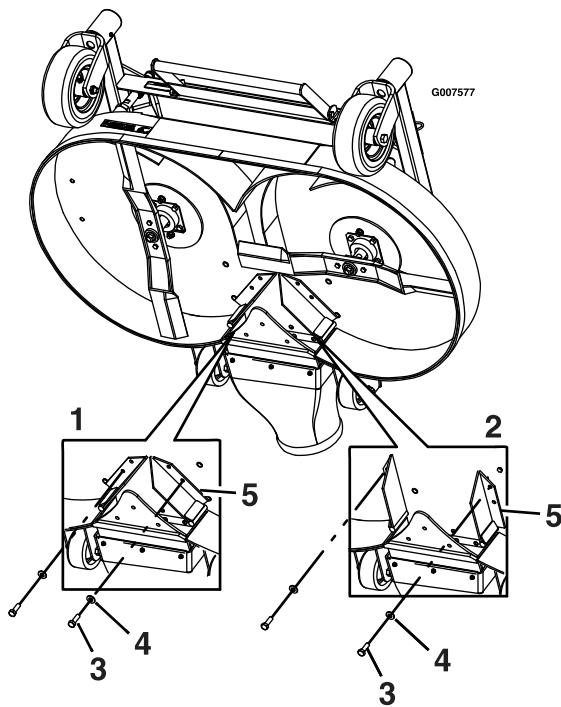

Figura 13
7. Retire el perno y la arandela de la parte delantera de cada deflector del sistema de reducción de llenado (Figura 13).